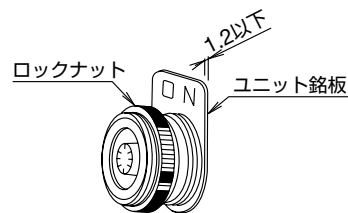

図6
- (1) 押ボタンスイッチ、セレクトスイッチおよびパイロットライトにユニット銘板を取り付ける場合は、スイッチの取付キャップ(パイロットライトのロックナット)を取り外し、ユニット銘板のダミーが取り付けられている場合にはダミーを取り外してユニット銘板を取り付け、元通りに取付キャップ(ロックナット)を締め付けてください。
- (2) スイッチおよびパイロットライトに取付け可能なユニット銘板の厚みは、1.2mm以下です。(図6)